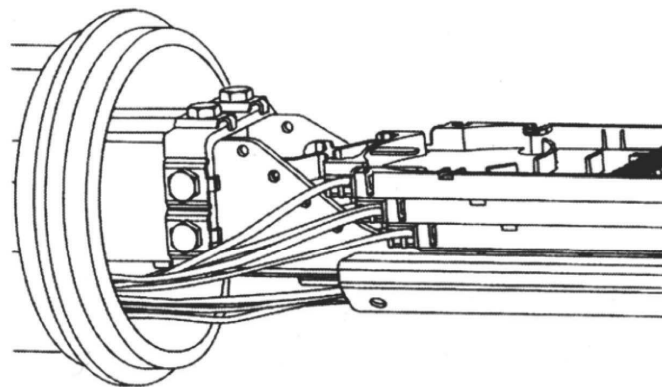

FIG.21
4. Preparação concluída. (FIG.21)